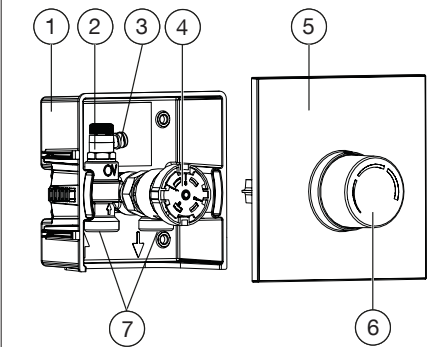

Abb. 2: Aufbau Unibox RTL
Vor der Montage des Ersatz-Thermostat RTL müssen Sie den vorhandenen Thermostat RTL (siehe Abb. 2 (4)) demontieren. Gehen Sie dazu wie folgt vor: